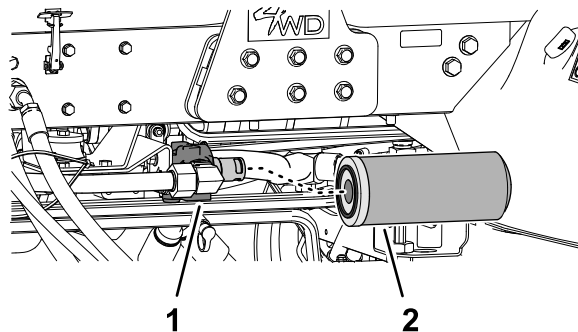

Bild 164
1. Reinigen Sie den Bereich um den Rücklauffilter und den Filterkopf (Bild 164).